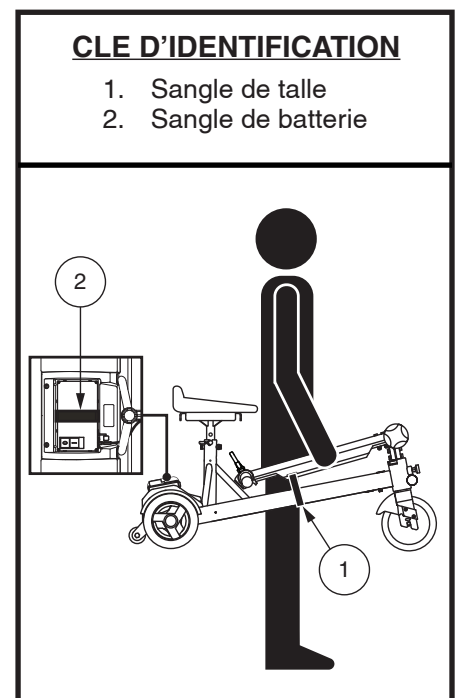

Figure 22. Pliage pour le transport
3. Enroulez fermement la corde autour de la poutre principale à l'aide de la bande velcro réutilisable pour fixer les sangles. Voir la figure 22.